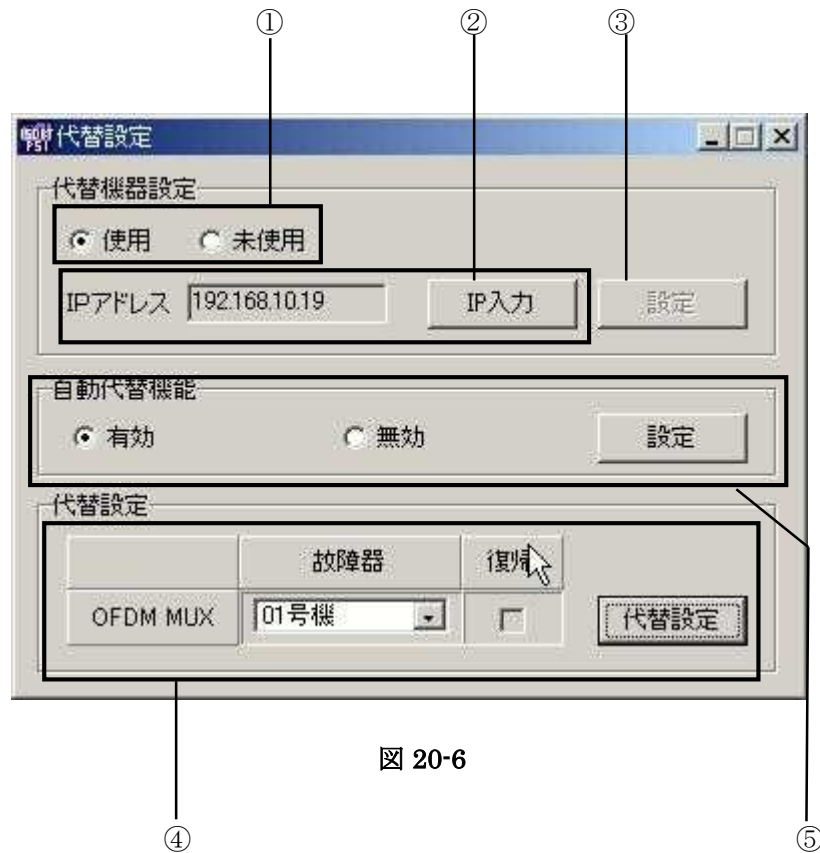

図 20-6
- (1) 代替機設定を使用にし、代替機の IP アドレスを確認します。
- (2) 故障機をリストボックス（図 20-6④ ▼）から選択します。（設定済みの装置のみ表示します）
- (3) 代替設定ボタン（図 20-6④）をクリックします。
- (4) 代替機からの出力。代替機からは故障機で設定された信号が出力され、故障機からは出力が停止します。